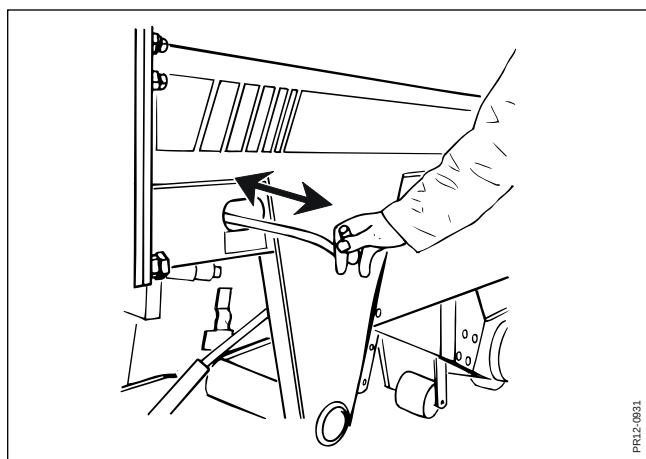

Fig. 5-4
- Fig. 5-4** 6. Fatta handtaget och spänn försiktigt ut slipstenen tills den berör knivarna. Dra slipstenen fram och tillbaka över rotorns hela längd. Spänn åt slipstenen och upprepa rörelsen fram och tillbaka över rotorns hela bredd tills tillräcklig skärpa har uppnåtts på knivarna.